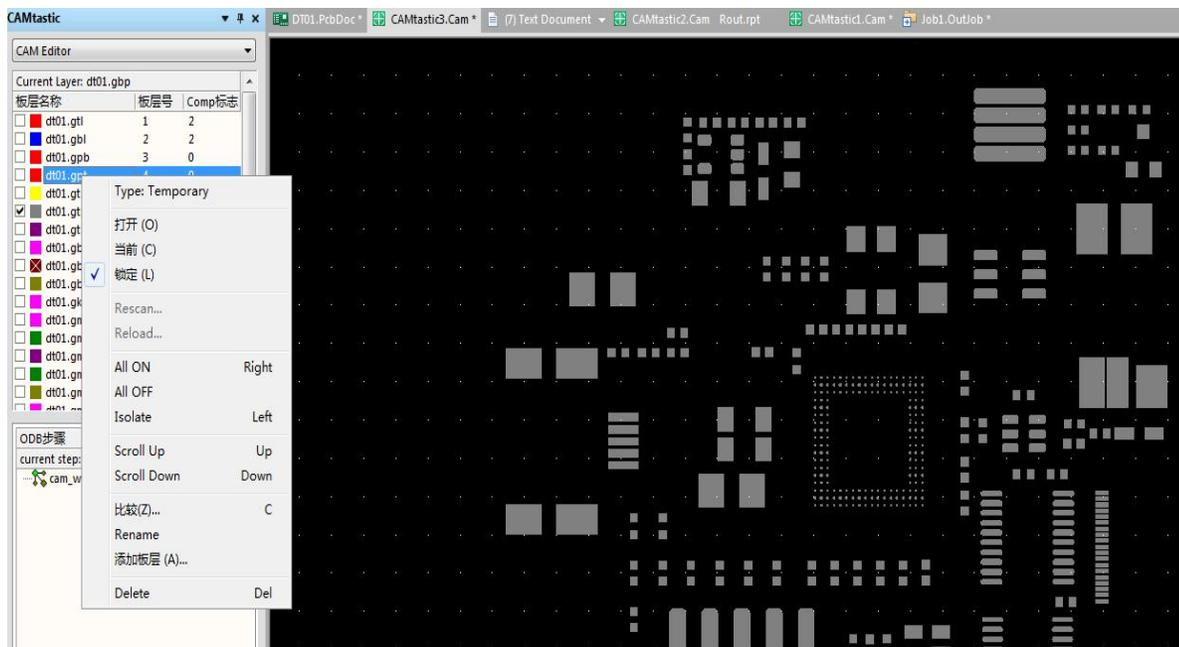

图5-59 PCB设计与制作
(2)在CAMtastic面板窗口板层区域右击鼠标，出现右键菜单，如图5-59所示，选择菜单“**All ON**”则各层均在编辑区重叠显示，“**All OFF**”则各层均不显示。(3)右键菜单选择“**All OFF**”，再选择“**Isolate**”，然后再勾选某一板层，就只能够在编辑窗口区显示所选层，如图5-59所示即为只显示单层区域。